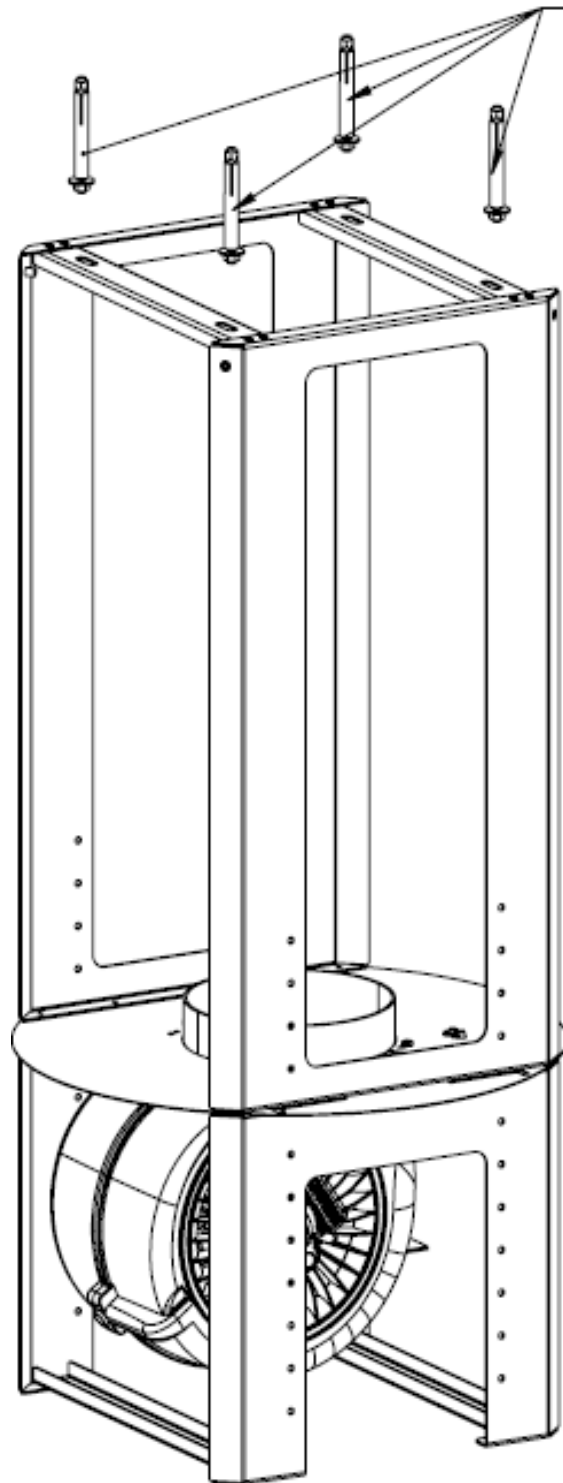

Рис. 2
1. В потолке, по центру над плитой, отметьте отверстия под каркас вытяжки. В специально отведенных местах на потолке следует просверлить отверстия под дюбели, а затем фиксировать каркас с турбиной к потолку с помощью дюбелей 6x80 – 4 шт. (рис. 2).